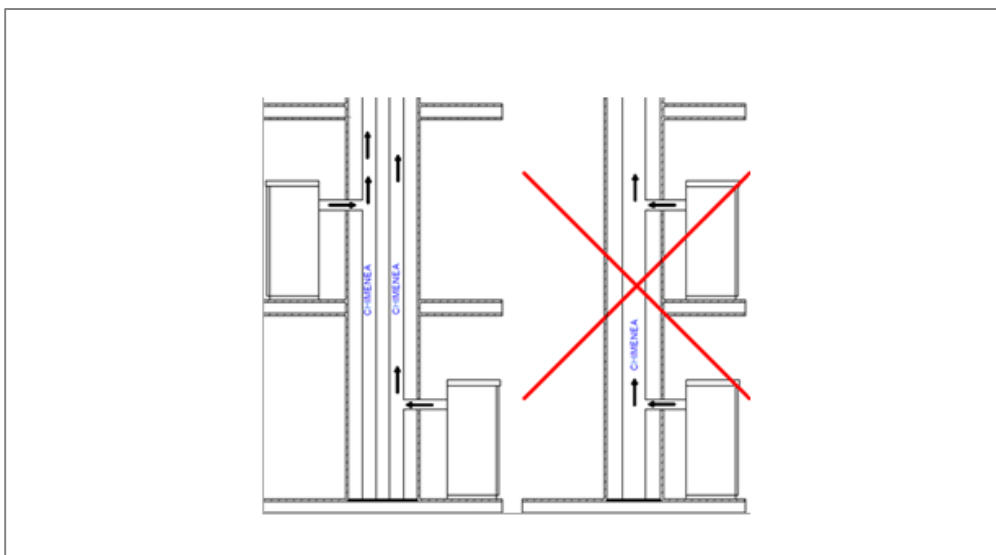

Figura 5
6. Si la cocina no calienta o hace humo, siempre se debe a un tiro defectuoso. Para lo que se describe a continuación **vea figura 5.**